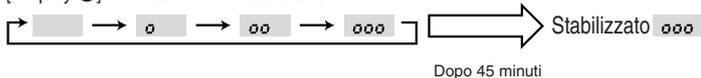

Fig. 8-3
③ Premere il tasto **FILTER** (tasto ←) per confermare l'impostazione. (Fig. 8-3)